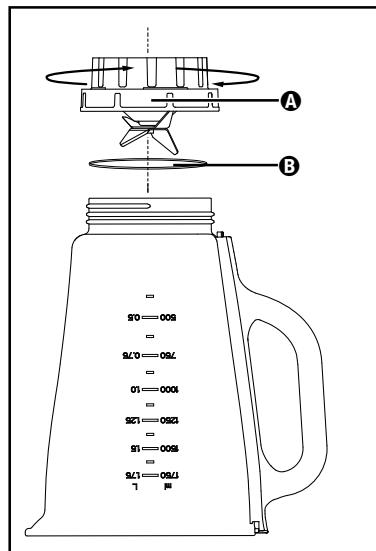

Abb. 3
- 2) Stellen Sie das Gerät auf den Kopf und drehen Sie den Aufsatz ④ mit den Schneidmessern ④ gegen den Uhrzeigersinn, so dass er sich vom Behälter des Mixaufsatzes ③ lösen lässt (siehe Abb. 3).